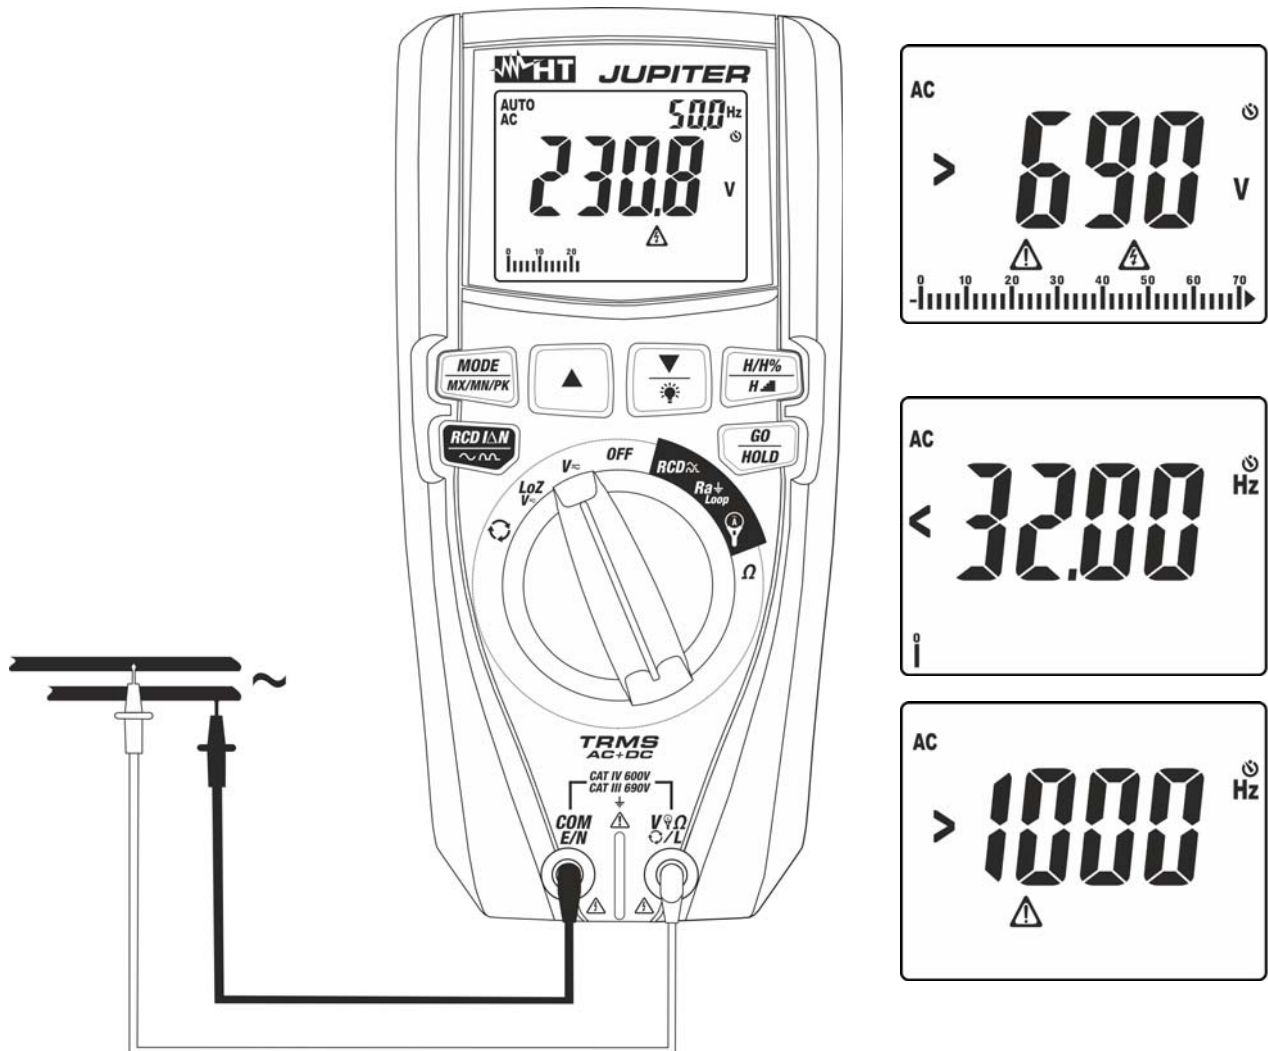

Fig. 9: Uso dello strumento per misura di Tensione AC
4. Posizionare il puntale rosso ed il puntale nero rispettivamente nei punti del circuito in esame (vedere Fig. 9). Il valore della tensione è mostrato a display. Nella parte alta destra del display è mostrato il valore della frequenza della tensione. Premere il tasto **MODE/MX/MN/PK** per visualizzare il valore della frequenza con maggior risoluzione
5. Se sul display è visualizzato il messaggio ">690V" (vedere Fig. 9) si è raggiunto il fondo scala dello strumento
6. Se sul display sono visualizzati i messaggi "<32Hz" o ">1000Hz" (vedere Fig. 9) il valore della frequenza è esterno all'intervallo di misura $32\text{Hz} \div 1000\text{Hz}$